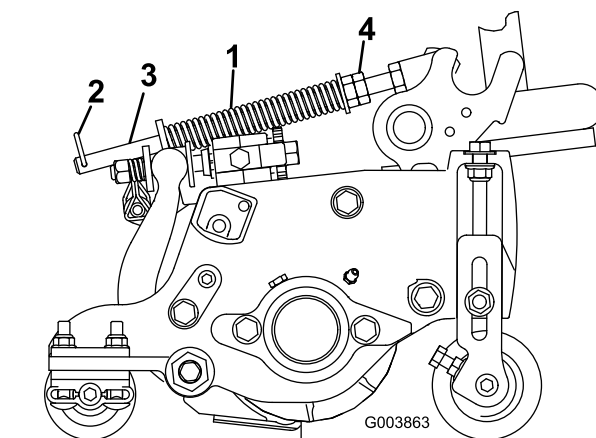

Рисунок 14
2. Затяните шестигранные гайки на переднем конце штока пружины так, чтобы длина сжатой пружины была равна 15,9 см, как показано на Рисунок 14.
Пружина компенсации состояния грунта (Рисунок 14) переносит вес с переднего на задний каток, препятствуя образованию на грунте волнообразных неровностей (так называемых «волн» или «трясою»).
1. Убедитесь, что игольчатый шплинт вставлен в заднее отверстие штока пружины (Рисунок 14).